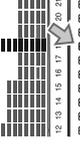

fig. 3
En modalidad Verano ☀️ al aumentar la temperatura, en la última visualización **36.0°C** (ej. fig. 3), al volver a pulsar se mostrarán tres guiones **- - -** (ej. fig. 4), que indican que se halla excluida la protección térmica de verano (contra el calor), o bien **40.0°C** que está activada (vea el párrafo 8.10), y al mismo tiempo, desaparecerá la columna de los 10 niveles (digit) de temperatura.
- 2º) Pulse de nuevo la tecla **C** (o Next), tras lo cual en el display se visualizará **Cht** (cuentahoras totales) precedido de la cantidad de horas de funcionamiento desde el inicio de la temporada (fig. 3).